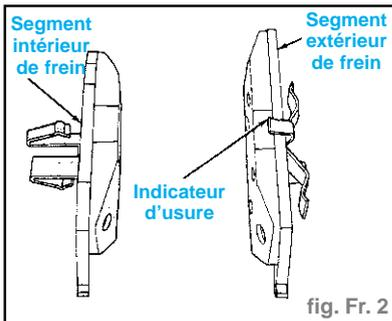

fig. Fr. 2
**Remarque :** Les plaquettes de frein intérieure et extérieure sont différentes, voir pour leur identification (fig. Fr. 2).